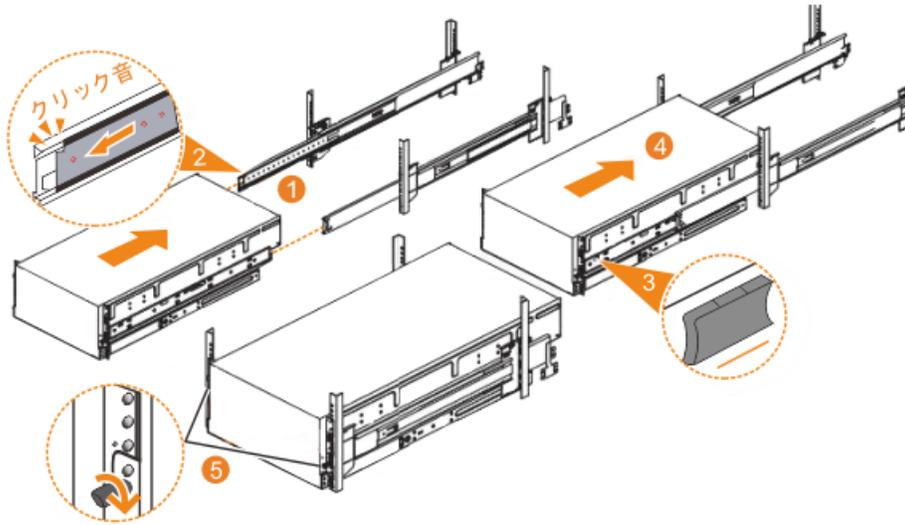

図 39. ラックへの Model 092 エンクロージャーの再取り付け
1. 左右のドロワー・セクションをラックから完全に伸ばして、伸びた位置 (59 ページの図 39 の **1**) にレールをロックします。
2. ボール・ベアリング・リテーナーが左右のドロワー・セクション (59 ページの図 39 の **2**) の前面内でカチッと音がして定位置に収まったことを確認します。
4. エンクロージャーの前面付近にある左右の青色の解放タブの位置を確認します。両方の解放タブを前方へ押し、ドロワー機構のロックを解除します (59 ページの図 39 の **3**)。
5. エンクロージャーをしっかりとラック内に押し込みます (59 ページの図 39 の **4**)。
6. ロックつまみねじ (59 ページの図 39 の **5**) を締めて、エンクロージャーをラックに固定します。